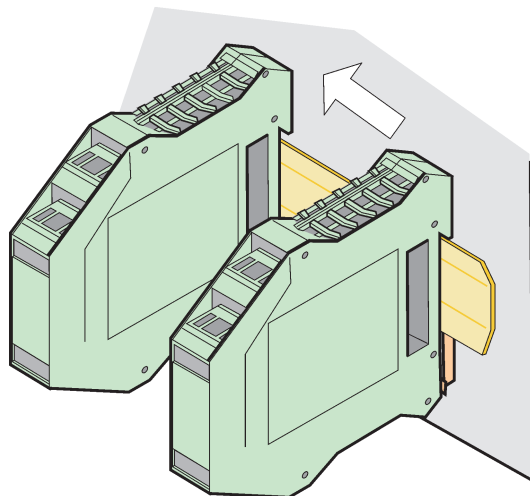

图 74 连接多个扩展组件
4. 安装多个组件时，将组件挨个安装到 DIN 导轨上，然后滑动组件，将其聚集到一起（图 74）。这样，组件的网络和电源供应就连在一起了。